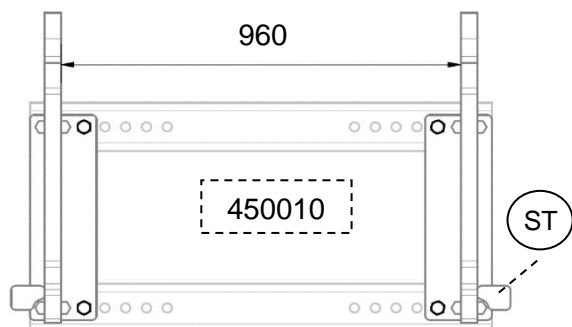

Bild.7.1
Det är viktigt att behålla C-C mått (se Bild.7.1...7.7) vid montering av redskapsfästen. Placering av stopplack (ST) är också viktig del av montering.